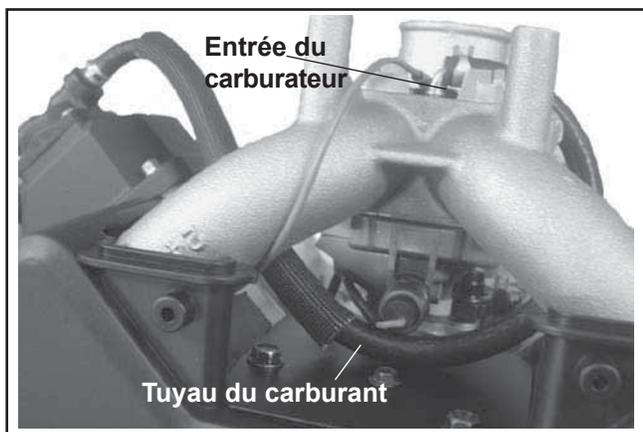

Figure 11-96. Détails du tuyau du carburant et du tuyau d'évent.
1. Connecter le tuyau d'évent au couvercle du reniflard et au raccord sur la courbe de l'adaptateur. Introduire le tuyau du carburant près du solénoïde à carburant et le fixer à l'entrée du carburateur avec un étau. Voir la Figure 11-96.